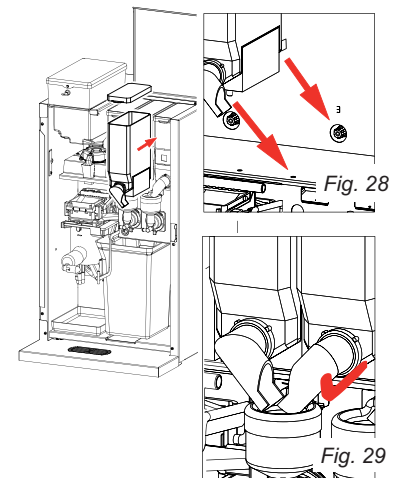

Fig. 29
4. Uitgifteknetje(s) weer in de juiste stand draaien (fig. 29).